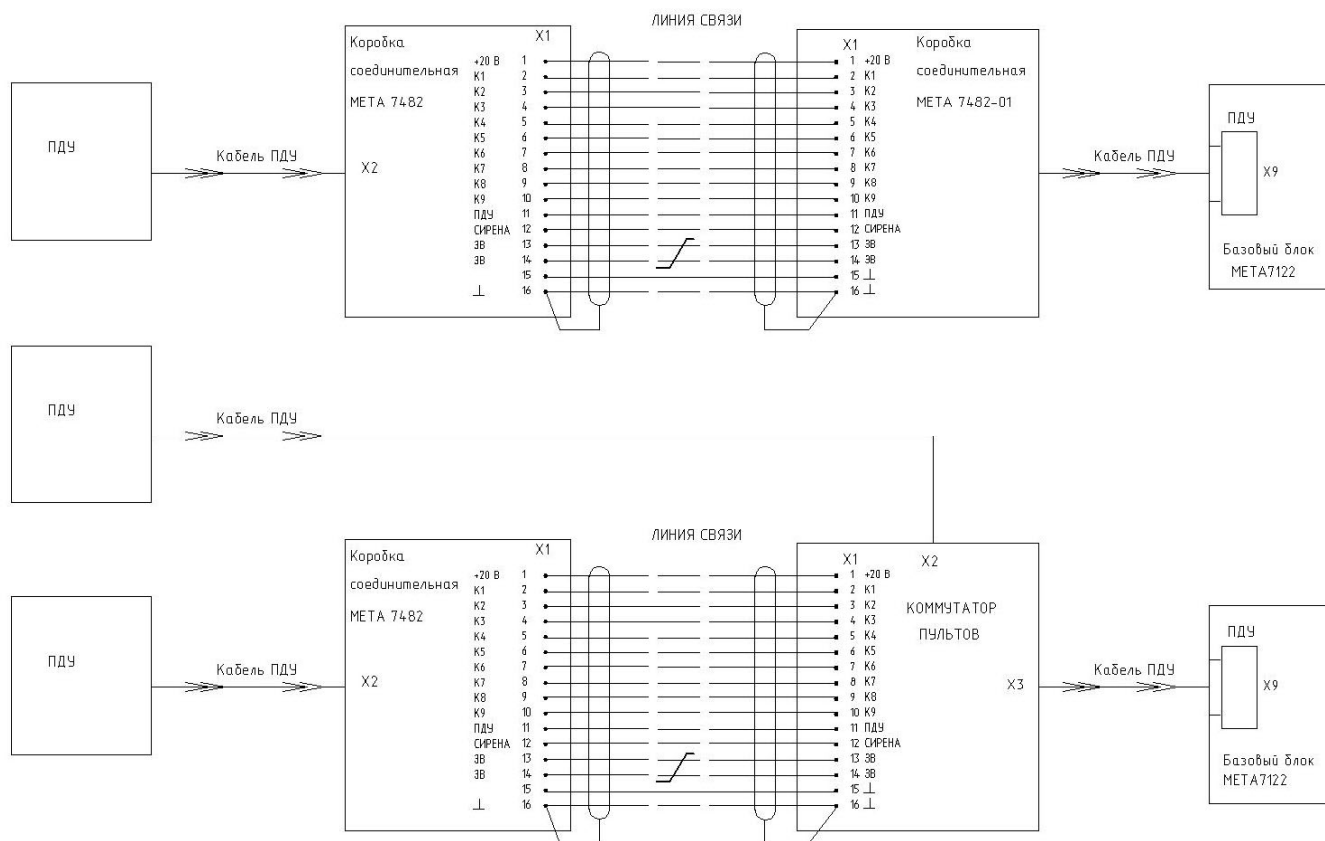

Рис.1 Схема подключения ПДУ
7.4. ПДУ подключается своим кабелем к усилителю, либо через соединительные коробки пульта. Лучше соединять коробки кабелем TASKER C187 8x2 D9, так как при этом длина связи с УМТ может быть значительно большей, чем 100м, однако можно и любым проводом сечением 0,2 и выше, но повода 3В (конт. 13, 14), при длине более 30м, желательно прокладывать экранированным проводом, например КММ2 0,12 мм². При использовании второго пульта применяется коммутатор ПДУ. Установка приоритета между пультами производится джамперами в коммутаторе ПДУ. Установив джамперы на штыри X4, X6, X8, пульту 1 присваивается высший приоритет. Установив джамперы на штыри X5, X7, X9, пульту 2 присваивается высший приоритет. Схема подключения ПДУ через коммутатор пультов показана на рис. 1